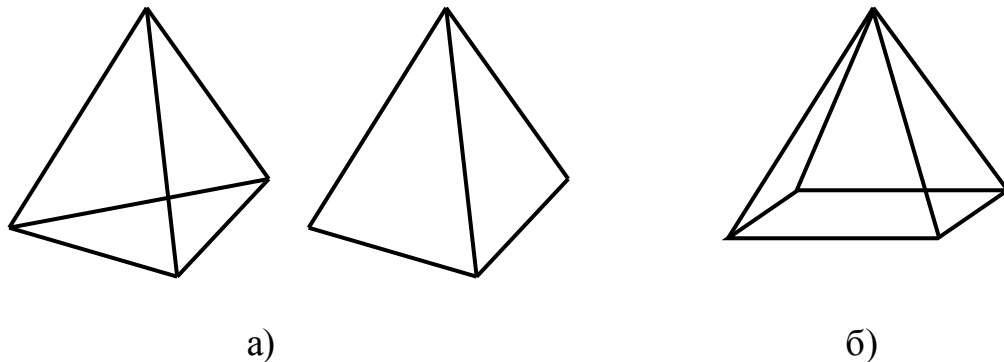

Рис. 98
6. Команда **AI PYRAMID (ПИРАМИДА)** позволяет строить поверхность полной (рис. 98, а) и усеченной пирамиды.
Запрос **Tetrahedron (Тетраэдр)** позволяет строить тетраэдр (рис. 98, б).